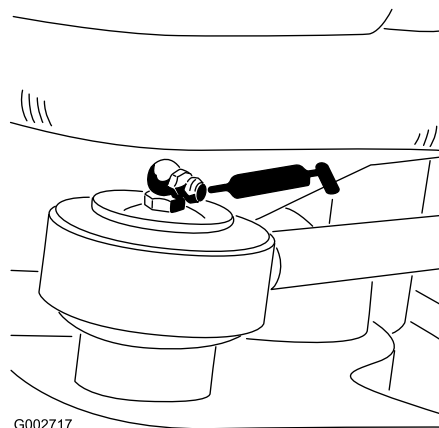

Рисунок 25
- Конец штока гидроцилиндра рулевого управления (1 шт.) – только для модели 08705 (Рисунок 25)